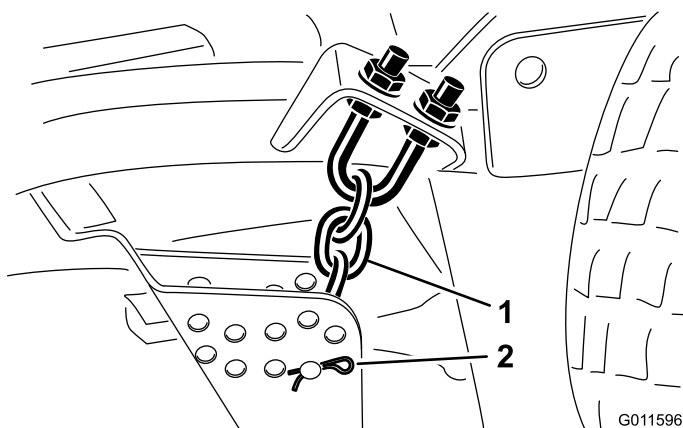

Figura 16
- Togliete la coppiglia e il perno con testa che fissano le catene dell'altezza di taglio sul retro del piatto di taglio (Figura 16).